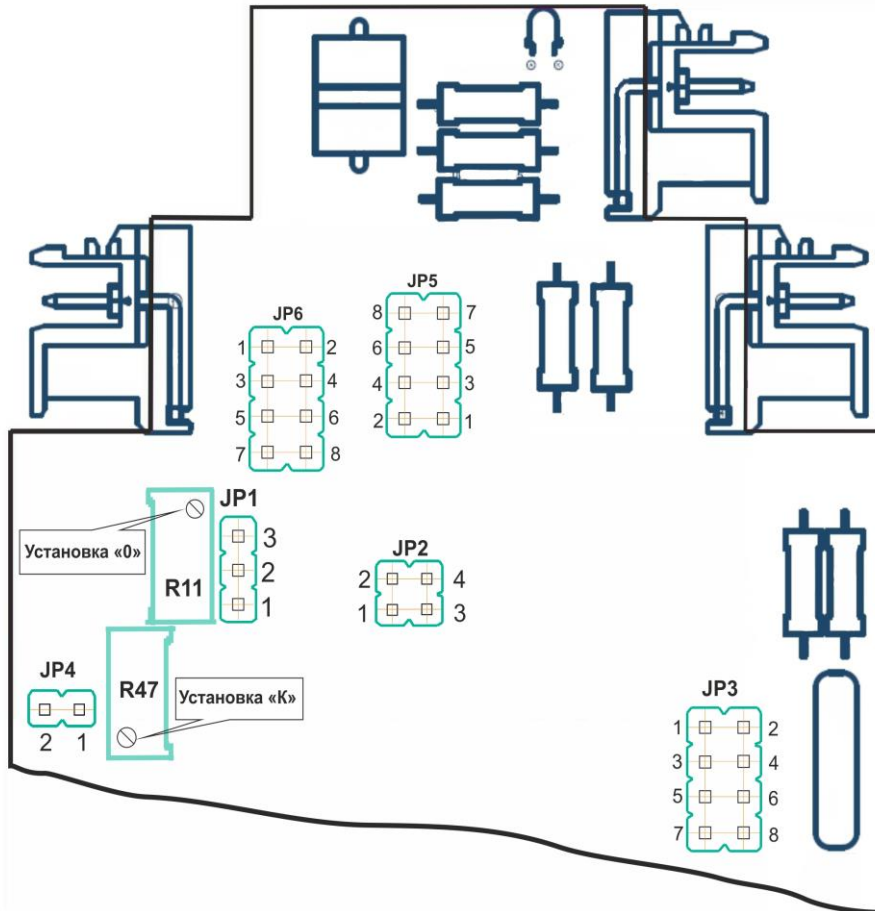

Рисунок 3.1 - Размещение блоков перемычек выбора входных и выходных сигналов
3.2.4 Время преобразования для ПНС-102 согласно заводской установки равно 6 сек – это максимальное время, необходимое для преобразования значения входного сигнала при резком его изменении (во весь диапазон шкалы от 0% до 100% или наоборот). Если необходимо сократить это время, нужно изменить положение перемычек JP3 (см. рисунок 3.1) в соответствии с таблицей 3.2.